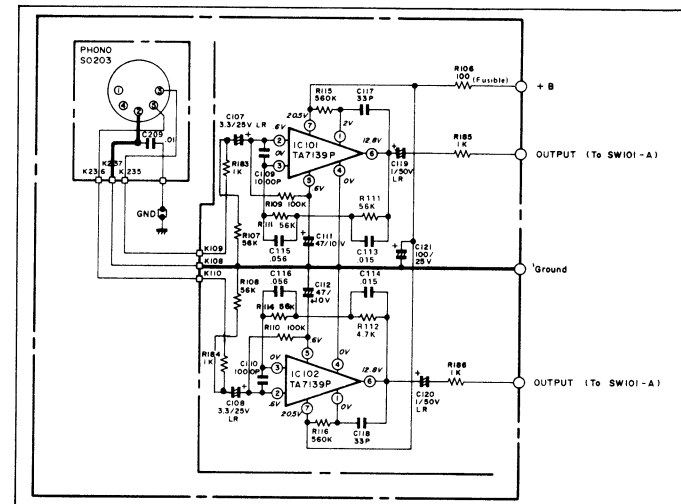

Abbildung 5-2
2. Phono-Entzerrerverstärkerkreis (Siehe Abbildung 5-2)